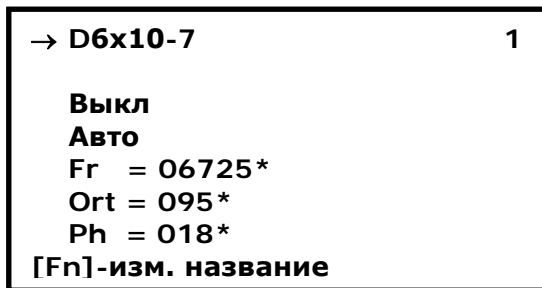

Рис. 33
- «**РЕДАКТОР**» - вход в режим работы с системными настройками датчиков. При нажатии кнопки [+], включается меню настройки датчиков (Рис. 33). В этом меню доступны следующие настройки: